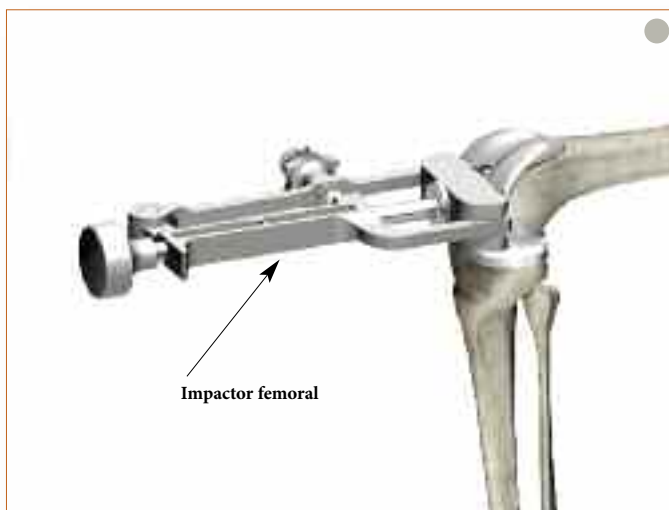

Figura 76
- ▶ Monte el implante femoral izquierdo o derecho del tamaño adecuado en el impactor/extractor femoral tal como hizo con el componente femoral de prueba. Consulte el anexo 2 de intercambiabilidad Scorpio NRG PS/CR. Coloque el implante sobre el fémur preparado e impáctelo hasta que se asiente completamente (Figura 76). El impactor/extractor mantiene la posición correcta del implante durante la implantación.